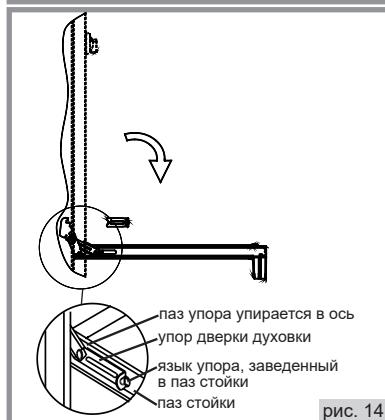

рис. 14
1. Откинуть дверцу в горизонтальное положение. Ввести в пазы, предусмотренные слева и справа в стойках дверцы, два упора дверцы (рис. 14);